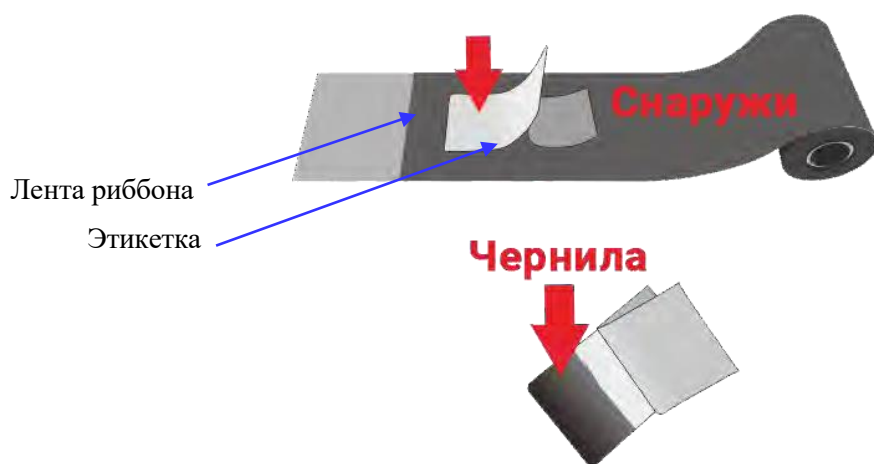

Рисунок 2-11 Определение стороны с чернилами на ленте риббона
3. Проверьте с помощью этикетки, на какой стороне ленты риббона расположены чернила (рисунок 2-11).